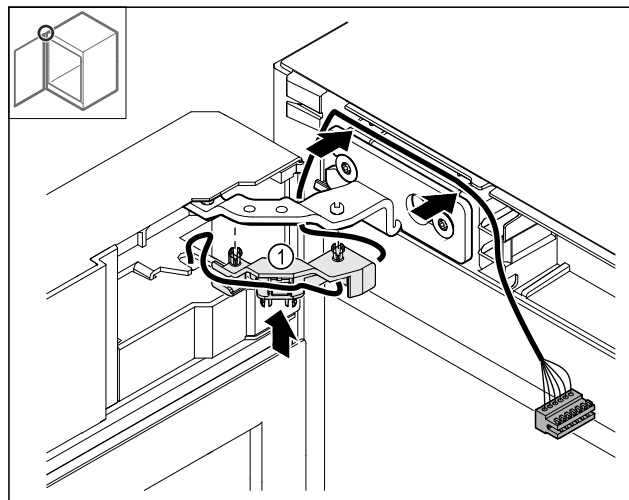

Fig. 49
- Wcisnąć uchwyt kabla Fig. 49 (1) do zawiasu.